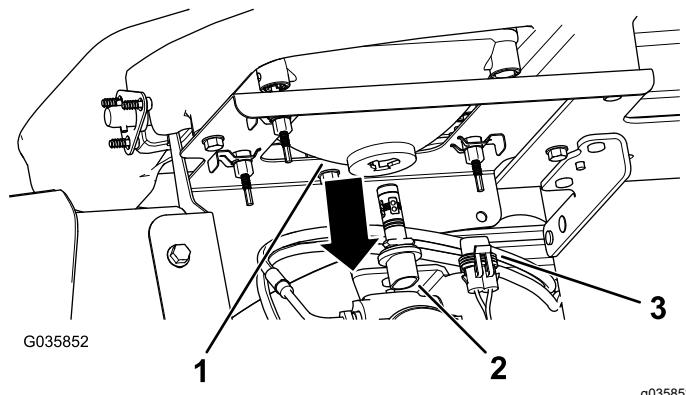

图 44
3. 从大灯外壳后面灯总成的接头断开线束的电气接头 图 44。
4. 将灯总成逆时针旋转  $\frac{1}{4}$  圈然后向后移动移出大灯外壳 图 44。
5. 插入新灯总成和大灯外壳将灯总成上的标签与大灯外壳中的槽对齐 图 44。
6. 将灯总成顺时针旋转  $\frac{1}{4}$  圈进行固定 图 44。
7. 将线束的电气接头与新灯总成的接头连接 图 44。